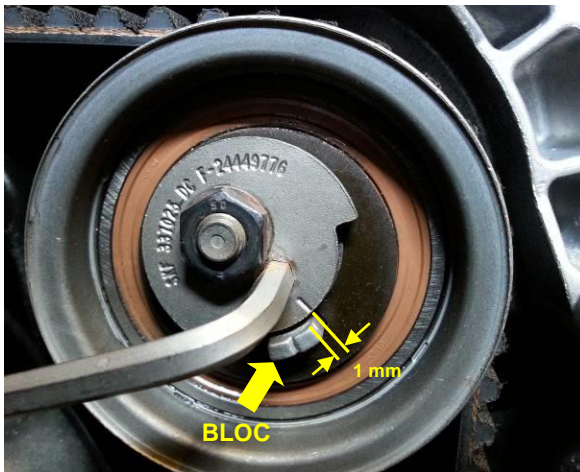

Figure 16
- Mettre en tension la courroie à l'aide du galet tendeur : avec une clé Allen, tourner l'excentrique dans le sens antihoraire jusqu'à faire dépasser son repère du bloc (Figure 16). Revenir en laissant le repère à environ 1 mm au-dessus du bloc. Serrer l'écrou.